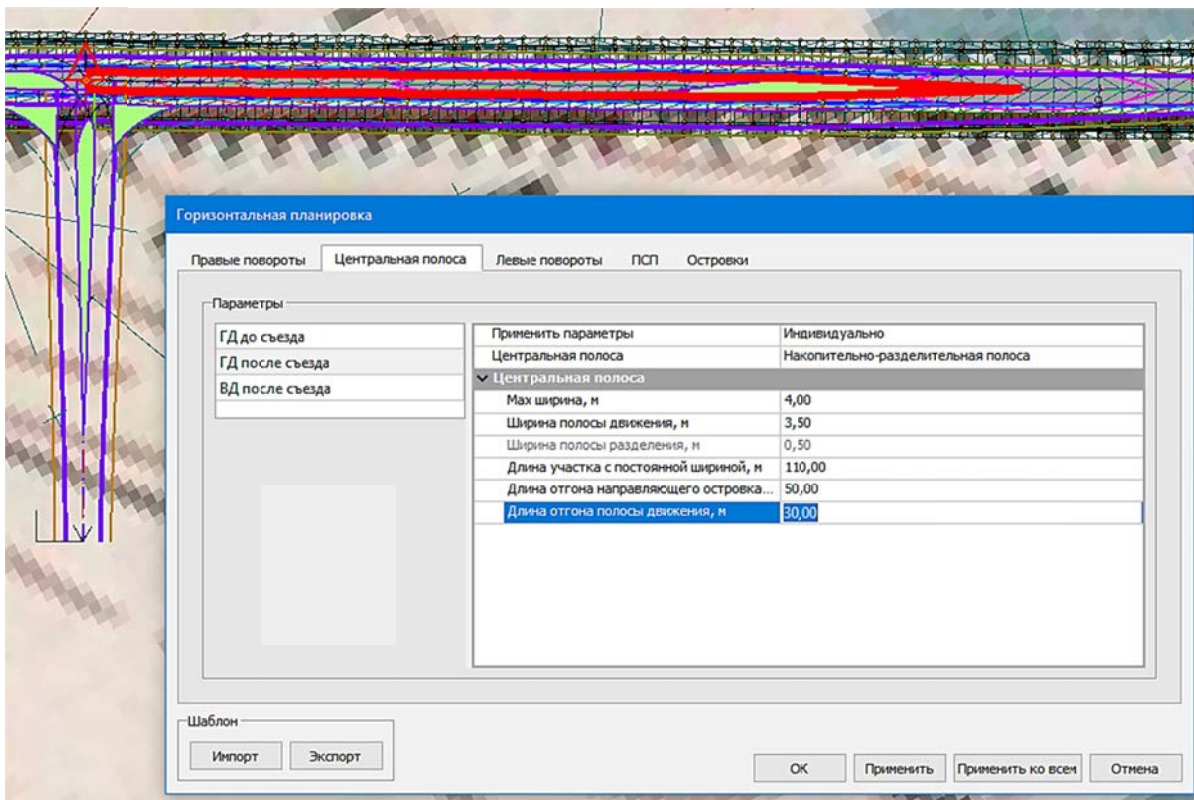

Рис. 4.11. Параметры ЦП ГД после съезда
– **ГД после съезда** – *Накопительно-разделительная полоса* (рис. 4.11).